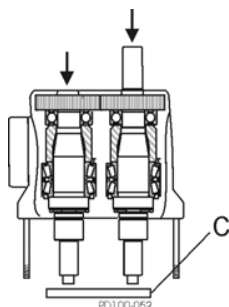

Abbildung 18 - Herausdrücken der Wellen aus dem Getriebegehäuse
5. Setzen Sie das Getriebegehäuse auf eine Dornpresse, das Flüssigkeitsende zeigt nach unten. Schützen Sie die Wellenenden mit einem Holz- oder Kunststoffblock (Abbildung 18, Pos. C) und drücken Sie die Wellen aus dem Getriebegehäuse.